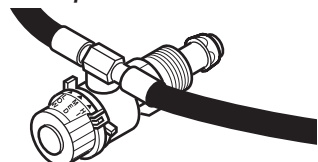

Figura 2 - Cómo conectar las mangueras de los quemadores al regulador
3. Conecte las mangueras de los quemadores como se muestra en la figura 2. Apriete la unión con una llave para evitar fugas.